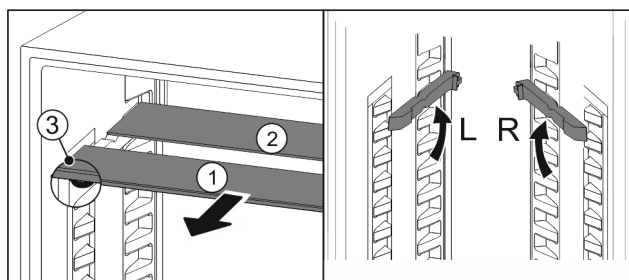

Fig. 20
- Glasplaten afzonderlijk vanaf de voorkant eruit trekken Fig. 20 (1).
- ▷ Glasplaat Fig. 20 (1) met sierlijst ligt voor.
▷ Stops Fig. 20 (3) zijn naar onder gericht.